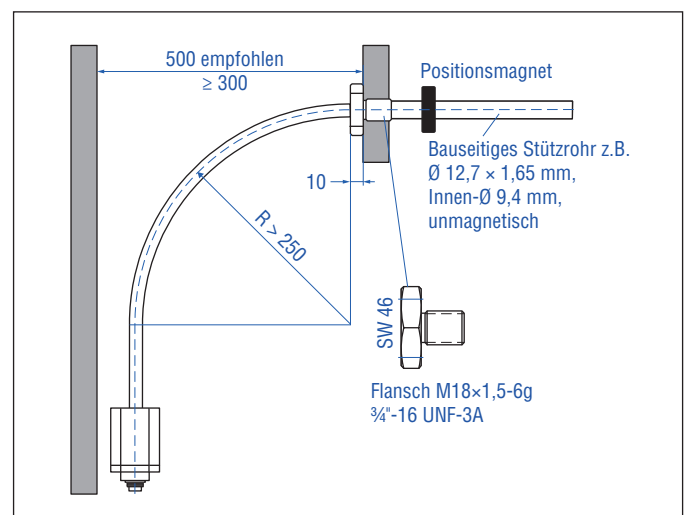

Abb. 33: Abstände für die Montage
1. Führen Sie den flexiblen Messstab immer in einem Stützrohr / Schutzrohr (z.B. druckfestes Rohr HD / HL / HP oder HFP-Profil). Das Stützrohr besteht aus unmagnetischem Material und hat einen Innendurchmesser von 9,4 mm. Es kann gerade oder gebogen sein (beachten Sie den Biegeradius in Abb. 33).
3. Halten Sie bei der Montage / Demontage des Sensors einen Mindestabstand von 300 mm zu einer räumlichen Begrenzung ein (Abb. 33).